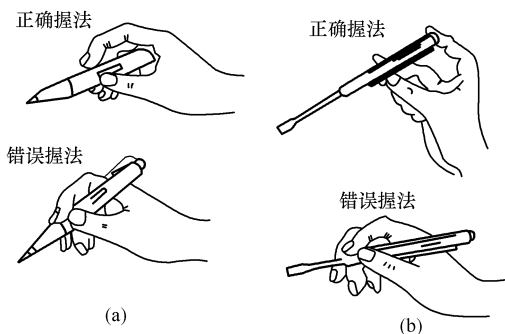

图 1-2 低压验电器的握法
(1) 测试前验电器应先在确认的带电电源上试验，以证明验电器是否良好。以防因氖泡损坏而得出错误的判断。
(2) 使用低压验电器时，必须正确握持低压验电器，如图 1-2 所示方法，并使氖管小窗朝向自己。